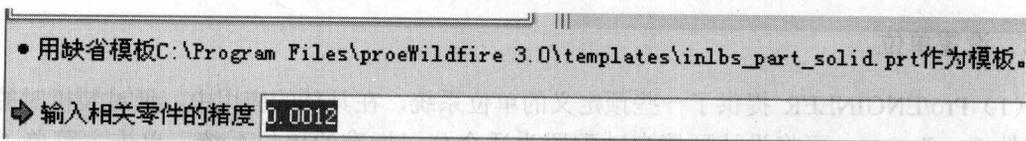

图 1-18 精度文本框
(1) 单击主菜单“编辑”→“设置”命令,然后在弹出的“零件设置”菜单中单击“精度”命令。系统又弹出“精度”菜单,如图 1-18 所示。